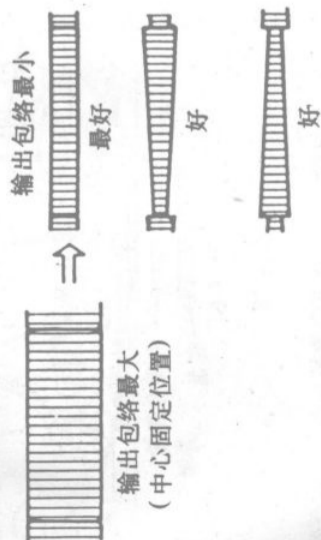
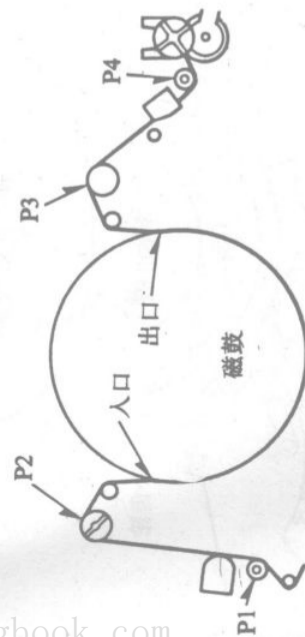

图 63
图 64
- ⑦ 触按寻迹控制(+)和(-)钮, 使输出包络在不同情况下近似于平行的波形, 如图 63 所示, 磁带运行如图 64 所示;
- ⑧ 将寻迹控制按钮按到中心固定位置, 并把 RF 包络调整到最大, 如果 RF 包络不能满足 $V1/V > 0.7$, $V2/V > 0.8$ 的